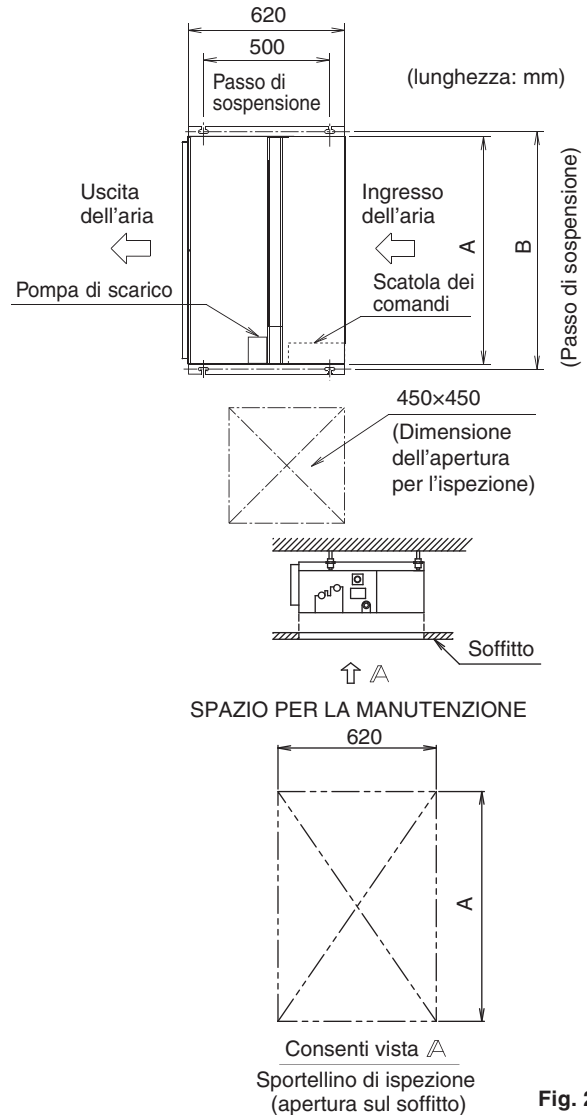

Fig. 2
(1) Controllare la relazione delle posizioni dell'unità e dei bulloni di sospensione. (Fare riferimento alla Fig. 2)